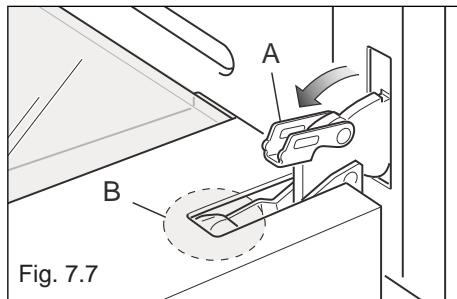
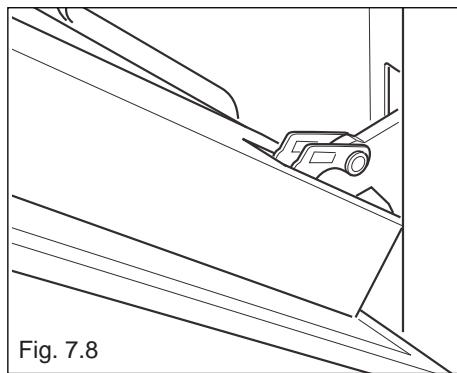

Fig. 7.7
Fig. 7.8
- Ouvrez complètement le levier "A" sur les charnières de gauche et de droite (fig. 7.7).
- Refermez doucement la porte (fig. 7.8) jusqu'à ce que les leviers "A" des charnières gauche et droite s'accrochent sur la partie "B" de la porte (fig. 7.7).